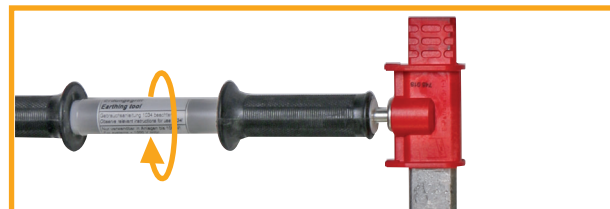

Fig. 1
1. Erdungsgriff (M10-Gewinde) in die jeweilige Erdungspatrone **NH 1 ... 3** einschrauben (siehe Fig. 1).